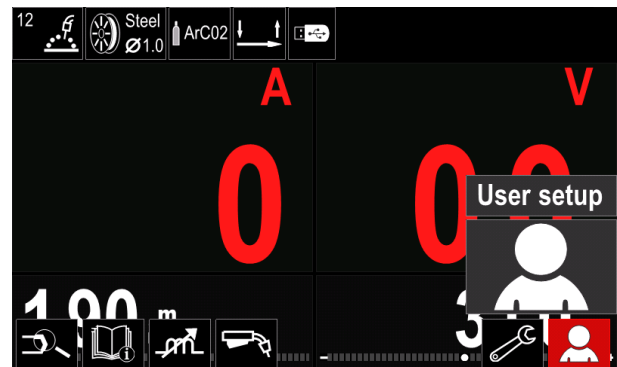

Figure 11.
- Accéder à la configuration utilisateur (voir Figure 11).